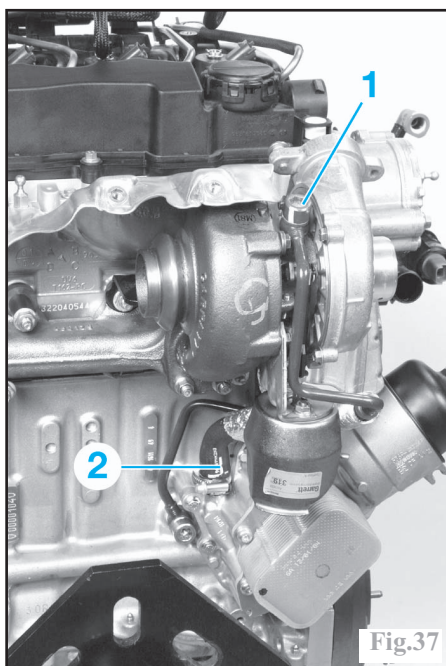

Fig.37
-le raccord d'alimentation en huile du turbocompresseur (1) (Fig.37).